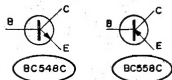

Fig. 2
- FIG. 2 - PRINCIPAIS COMPONENTES - Os únicos componentes ativos no circuito do MPDT são os dois transistores "residentes", BC548C e BC558C. Notem que esse "C" aí, no fim dos códigos dos ditos transistores, indica um componente de ganho elevado, característica que **tem importância** no arranjo do testador, uma vez que, para garantir a oscilação com um "companheiro" externo de qualquer tipo (mesmo transistores sob teste de alta Potência, que geralmente apresentam um ganho natural baixo...) o fator de amplificação do transistor "residente" é um parâmetro fundamental. Como "por fora", o
tas do gênero...) **não** colocamos, nos chapeados, aqueles códigos tipo "R1, R2, C1, C2, TR1, TR2...", que apenas servem para acrescentar mais um trabalho de identificação e decodificação ao montador, além de introduzir um fator extra de erros! Os componentes recebem seus "nomes verdadeiros", além de indicações visuais claramente estilizadas, quanto a polaridades, valores e outros parâmetros identificatórios importantes... É só pegar cada componente, reconhecê-lo e - simplesmente - enfiá-lo no seu lugar da placa... De qualquer modo, recomendamos atenção aos transistores (a fig. 2 está lá, para "desanuviar"... e aos valores dos resistores, em função dos seus locais de inserção à placa. De novo lembramos que as **INSTRUÇÕES GERAIS PARA AS MONTAGENS** e o **TABELÃO APE** (dados e informações **permanentes** em APE...) estão lá no começo da Revista, para "clarear" as coisas, se e quando elas ficarem "pretas"...